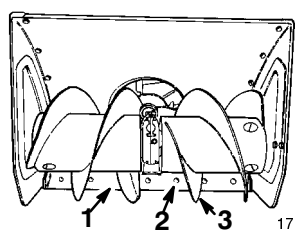

Figure 8
2. Amenez la déneigeuse sur un sol plat horizontal et vérifiez si la lame racleuse (Fig. 8) est parallèle au sol. Si ce n'est pas le cas, réglez le montage de la lame racleuse, voir *Réglage des patins et de la lame racleuse*, page 23.